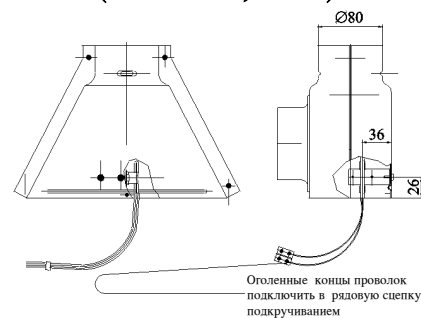

Рис. 2. Подключение теплоограничителя
- Прикрепить опорные листы (2 шт) к держательному элементу, находящемуся на обороте установки с помощью винтов М6х16 (3), гайки М6 (4) и прокладки М6 (5) по 2 шт.
- Отметить на стене места присоединения держателей и просверлить места для пластмассовых дюбелей (7) (2 шт).
- Закрепим двумя шурупами (6) установку к дюбелям (7).
- Обеспечиватель тяги продуктов сгорания (1), приложенный к установке, приложить на место соединения, потом вынимая из смонтированной трубы горения термодатчик включателя Пепи (12) прикрепить на обеспечиватель тяги продуктов сгорания по приложенному чертежу монтажа.
- Термоограничитель (12), смонтированный на обеспечиватель тяги продуктов сгорания соединить по рис. 2. к смонтированной трубе горения (2) (рис.2). Термоограничитель нельзя выключить и в случае его замены, использовать можно только оригинальные детали производителя.
- Трубу отвода продуктов сгорания (8) присоединить к дымоходу.